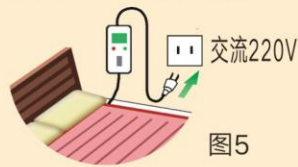

图5
- 5、睡前提前30分钟左右预热。接通电源后，控制器必须暴露在外，禁止覆盖。使用电热毯时不能离人。用户外出（包括使用中途需要较长时间离开）或不使用电热毯时，应拔掉电热毯电源插头。安全保护调温型电热毯预热时间不要超过2小时。图5